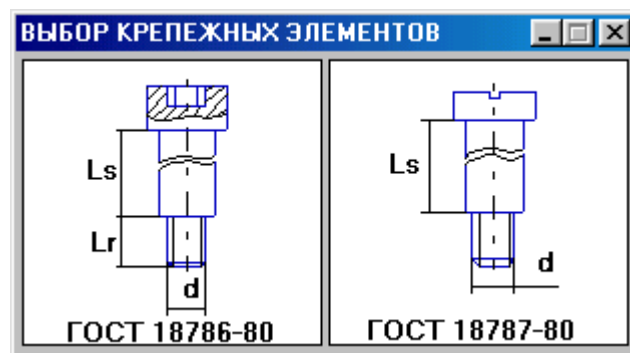

Рисунок 1.115 – Слайдове меню вибору кріпильних елементів
- зі слайдового меню (рис. 1.115) вибрати тип гвинта;